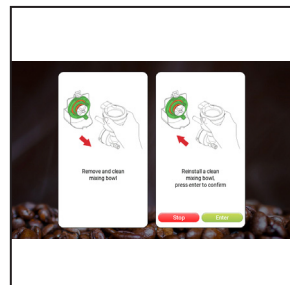

Abb. 6
5. Auf dem Display wird **SAUBEREN MISCHBECHER EINSETZEN, ZUM BESTÄTIGEN EINGABETASTE DRÜCKEN** angezeigt. EINGABE drücken (siehe Abbildung 6).